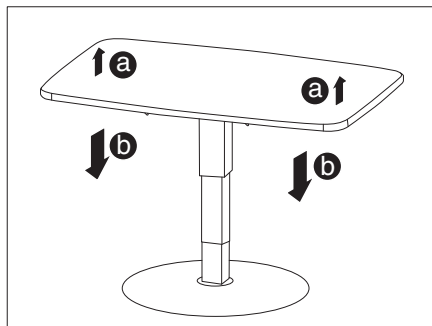

Bild 56 Lyftbord
- Lyft upp bordsskivan en aning (Bild 56,a) och tryck sedan neråt (Bild 56,b) till önskad höjd.